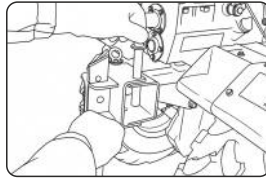

Рис. 6
- Установите заднюю сцепку в рабочее положение (рис.6), зафиксируйте шкворнями.